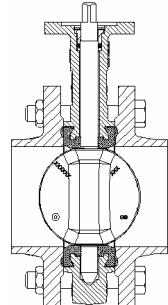

рис. 3
7. Снова откройте заслонку (рис. 3) и затяните гайки (*необходимо затягивать постепенно и последовательно противолежащие гайки так, чтобы равномерно сжать футеровку*) до контакта корпуса заслонки и фланцев (контакт метал/метал).